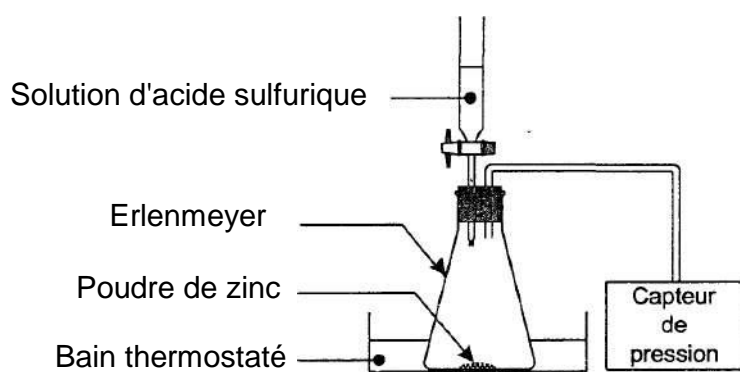

Figure 1
Pour étudier cette transformation, considérée comme totale, on réalise l'expérience dont le schéma simplifié est représenté sur la figure 1.
2.1. Influence de la concentration en ions oxonium On reprend le montage précédent (figure 1) et on réalise les trois expériences suivantes :
2.2. Influence de la forme du zinc (division et état de surface) On reprend le montage de la figure 1 et on réalise trois nouvelles expériences :